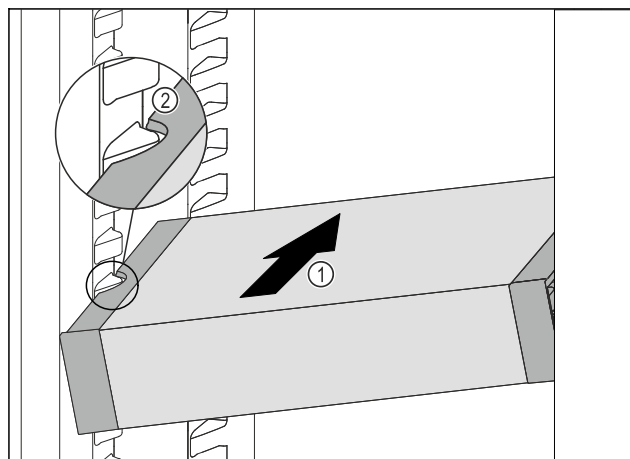

Fig. 59
- ▶ Zasuňte VarioSafe do chladničky pod úhlem tak Fig. 59 (1), aby vybrání na bocích Fig. 59 (2) VarioSafe byla na úrovni žebrování na nádoby v chladničce.